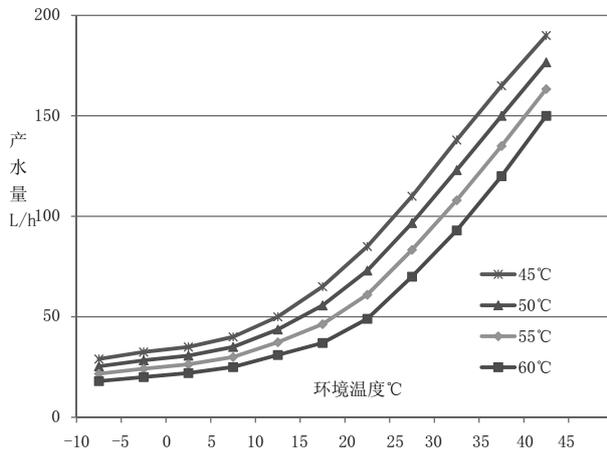

图3 制热量修正曲线
1) 使用范围：环境温度-15~45℃，热水器运行性能修正曲线如图3、4所示。